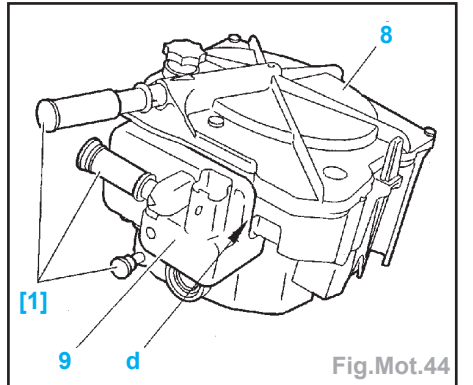

Fig.Mot.44
- Déposer le réchauffeur carburant (9) ; à l'aide d'un tournevis (en «d») (Fig.Mot.44).